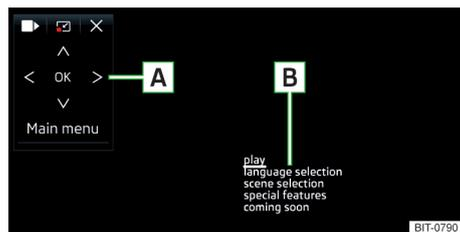

Abb. 197
**Beschreibung des DVD-Menüs** » Abb. 197